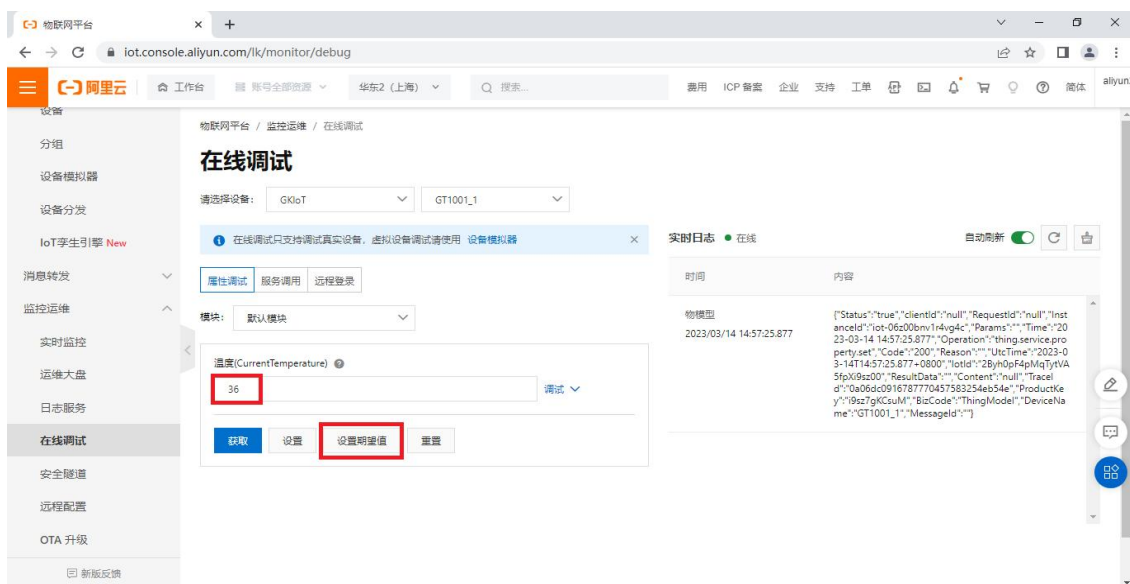

图 14-41 云端服务器在线调试参数设置
(3) 登录云端服务器找到自己的设备进行调试，如图 14-41 所示，向下发送温度参数 36 摄氏度。